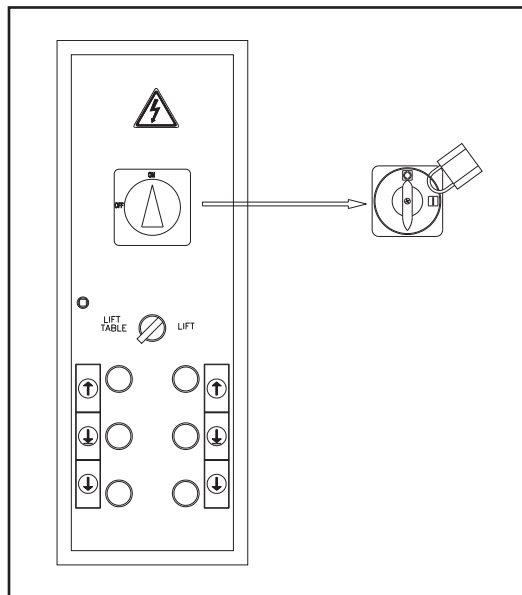

Fig.61
- l'interruttore sul quadro del sollevatore deve essere **BLOCCATO IN POSIZIONE "0" MEDIANTE UN LUCCHETTO**; vedi fig.61.
- L'interrupteur général du tableau de commande doit être bloqué **EN POSITION 0 AU MOYEN D'UN CADENAS** (fig. 61).